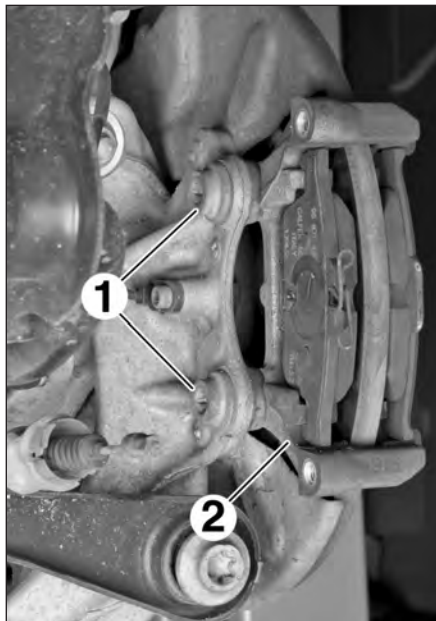
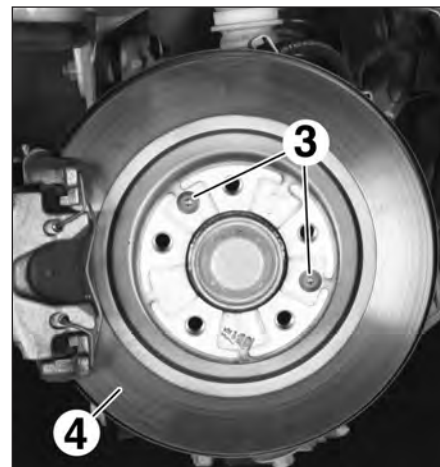

FIG.17
FIG.18
- les vis (1) (Fig.17),
- le support d'étrier (2),
- les vis (3) (Fig.18),
- le disque de frein (4).